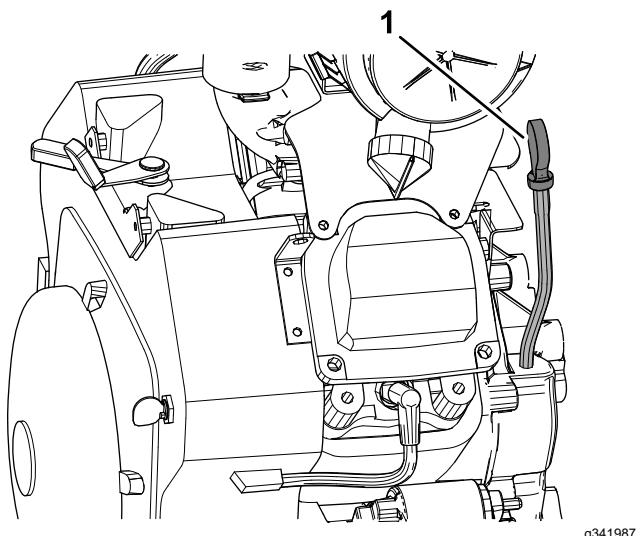
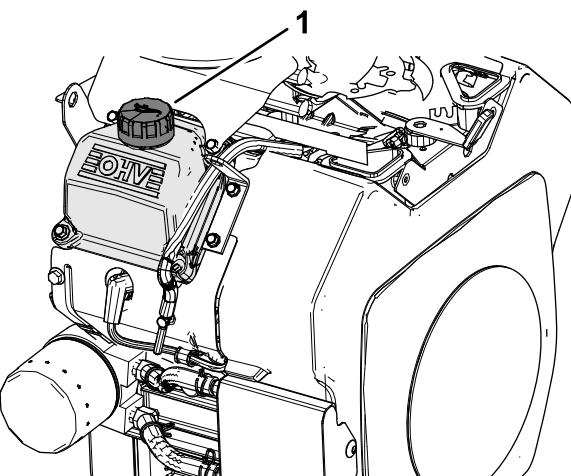

図 28
図 29
2. バルブカバーのディップスティックとキャップをきれいに拭きく 図 28 と 図 29。
3. ディップスティックを抜き取ってオイルを拭き取る 図 28。